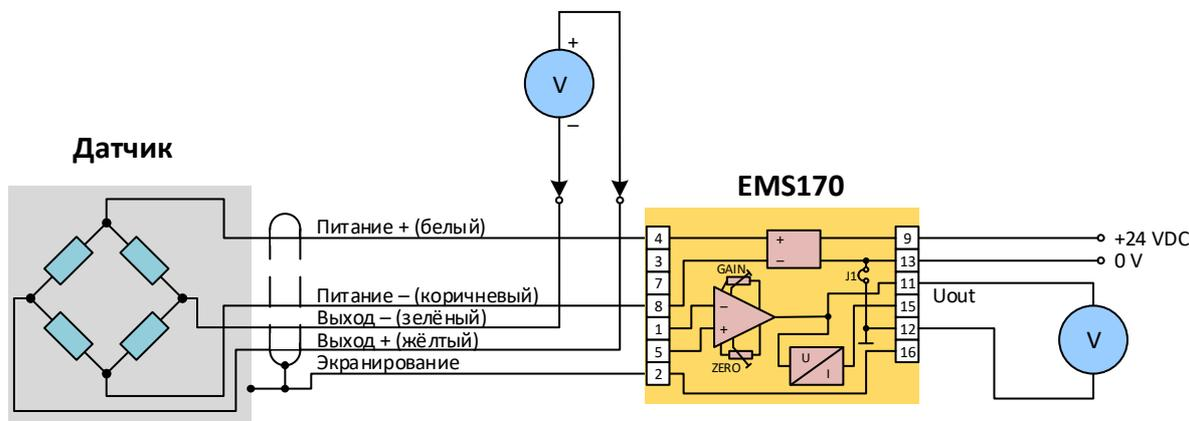

Рис. 12. Измерение выходного напряжения датчика
5. Контроль напряжения на выходе у датчика. Перегрузка датчика относительно часто бывает причиной ошибки и проявляется так, что напряжение на выходе неперегруженного датчика (которое должно быть теоретически нулевое) превышает дозволённый допуск. Напряжение можно измерить в подключении, изображённом на рис. 12.